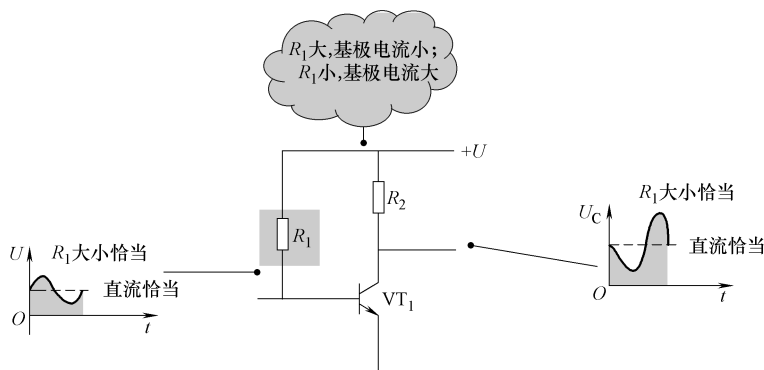

图 11-85 示意图
1) 基极偏置电阻  $R_1$  阻值恰当。基极偏置电阻  $R_1$  阻值恰当时， $VT_1$  基极电流（电压）、集电极电流（电压）恰当，交流信号叠加在直流上的位置恰当，交流电压不失真，如图 11-85 所示。